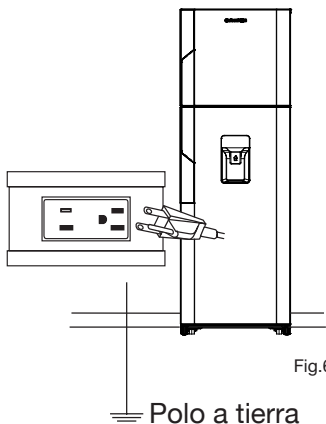

Fig.6
• Como medida de seguridad este refrigerador posee una clavija de 3 terminales metálicas, una de estas para conexión con polo a tierra (Ver Fig. 6). Verifique lo siguiente antes de conectar: